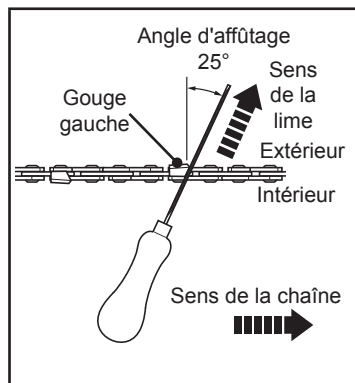

Fig. 41
- Limer perpendiculairement au guide-chaîne, à un angle de 25° par rapport au sens du mouvement (Fig. 41).